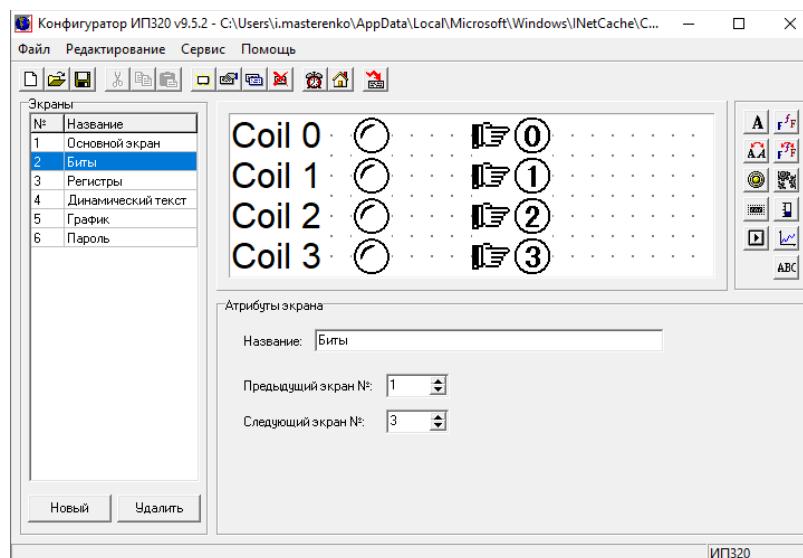

Рис. 3. Экран **Биты**
2. На экране **Биты** (рис. 3) выполняется запись и чтение битов.